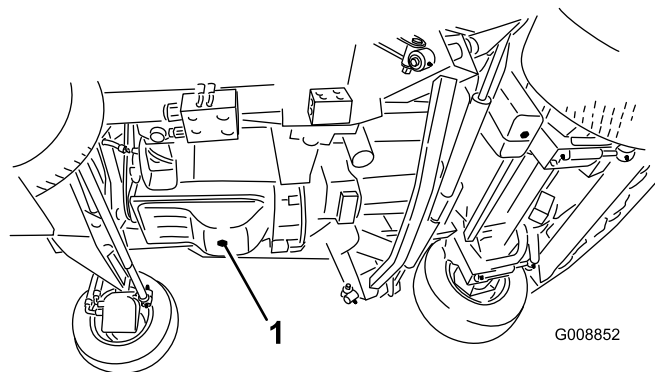

Рисунок 61
1. Снимите сливную пробку и дайте маслу стечь в сливной поддон (Рисунок 61).